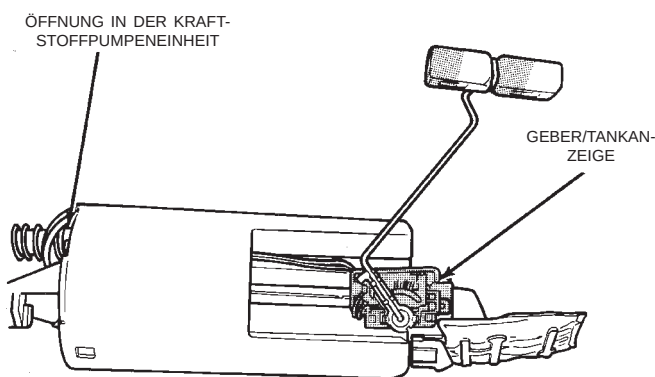

Abb. 24 Aus- Einbau, Geber/Tankanzeige
(4) Die Anschlußkabel des Gebers/Tankanzeige durch die Öffnung in der Kraftstoffpumpeneinheit ziehen (Abb. 24).